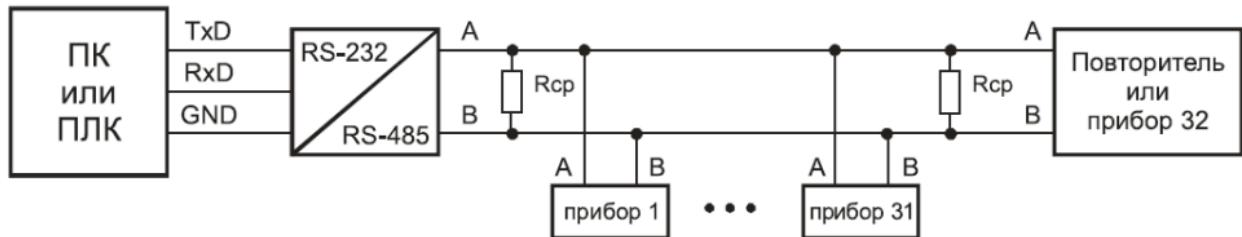

Рис. 1.1. Типовая схема промышленной сети RS-485
1.1 При проектировании промышленных систем автоматизации наибольшее распространение получили информационные сети, основанные на интерфейсе стандарта EIA RS-485. Он предусматривает передачу данных с помощью «симметричного» (дифференциального) сигнала по двум линиям (A и B) (рисунок 1.1) и использование дополнительной линии для выравнивания потенциалов заземления устройств, объединенных в сеть стандарта RS-485. Логический уровень сигнала определяется разностью напряжений на линиях (A-B), при этом логической единице соответствует диапазон значений напряжения от +0,2 до +5 В, а логическому нулю – диапазон значений от минус 0,2 до минус 5 В. Диапазон от минус 0,2 до + 0,2 В соответствует зоне нечувствительности приемника. При использовании указанного интерфейса максимальная длина линии связи между крайними устройствами может составлять до 1200 м. При этом в максимально удаленных друг от друга точках сети рекомендуется устанавливать оконечные согласующие резисторы (терминаторы), позволяющие компенсировать волновое сопротивление кабеля и минимизировать амплитуду отраженного сигнала.